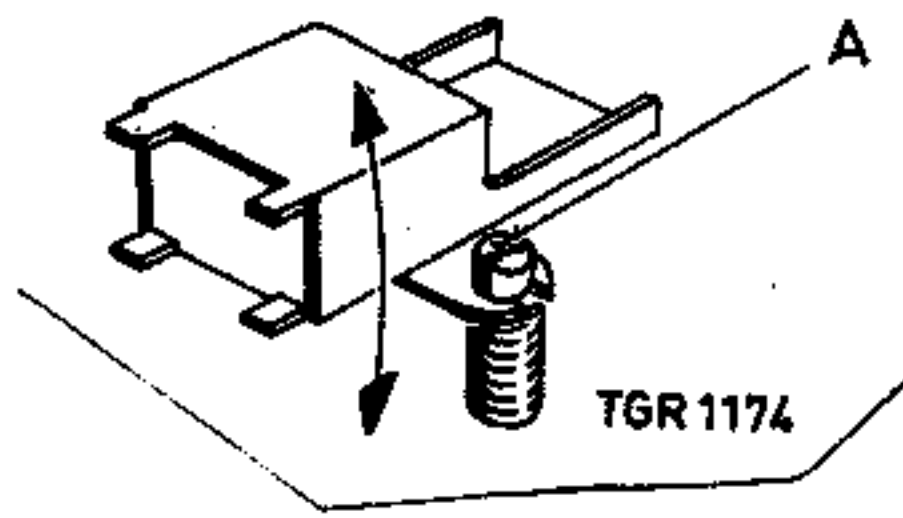

Fig. 4
- 1) . Verwijder het deksel boven de koppen (pos. 89).
- . Regel af op maximum uitgangsspanning met schroef A (fig. 4).